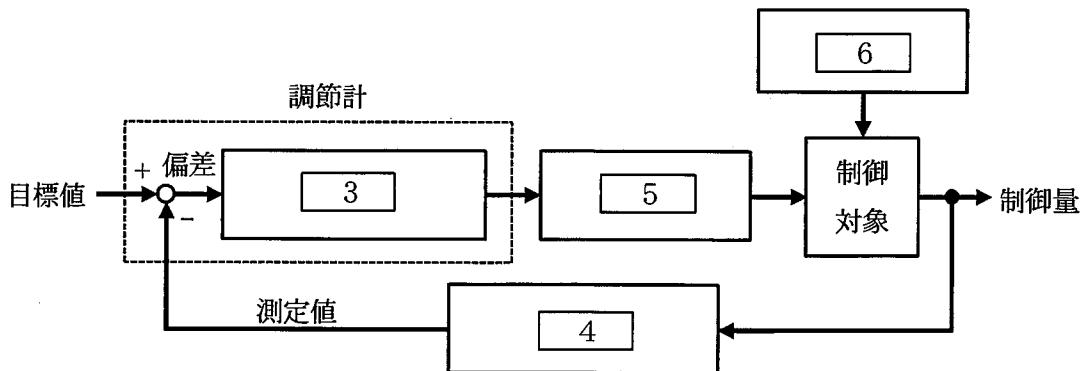

図2 フィードバック制御のブロック線図と制御装置の構成
2) 図1で示されている温度制御はフィードバック制御であり、そのブロック線図と制御装置の構成は、図2のようになる。